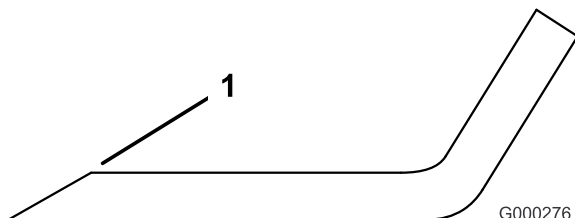

Bild 66
1. Schärfen Sie die Schnittkante an beiden Enden des Schnittmessers mit einer Feile (Bild 66). Behalten Sie den ursprünglichen Winkel bei. Das Schnittmesser behält seine Auswuchtung bei, wenn von beiden Schnittkanten die gleiche Materialmenge entfernt wird.